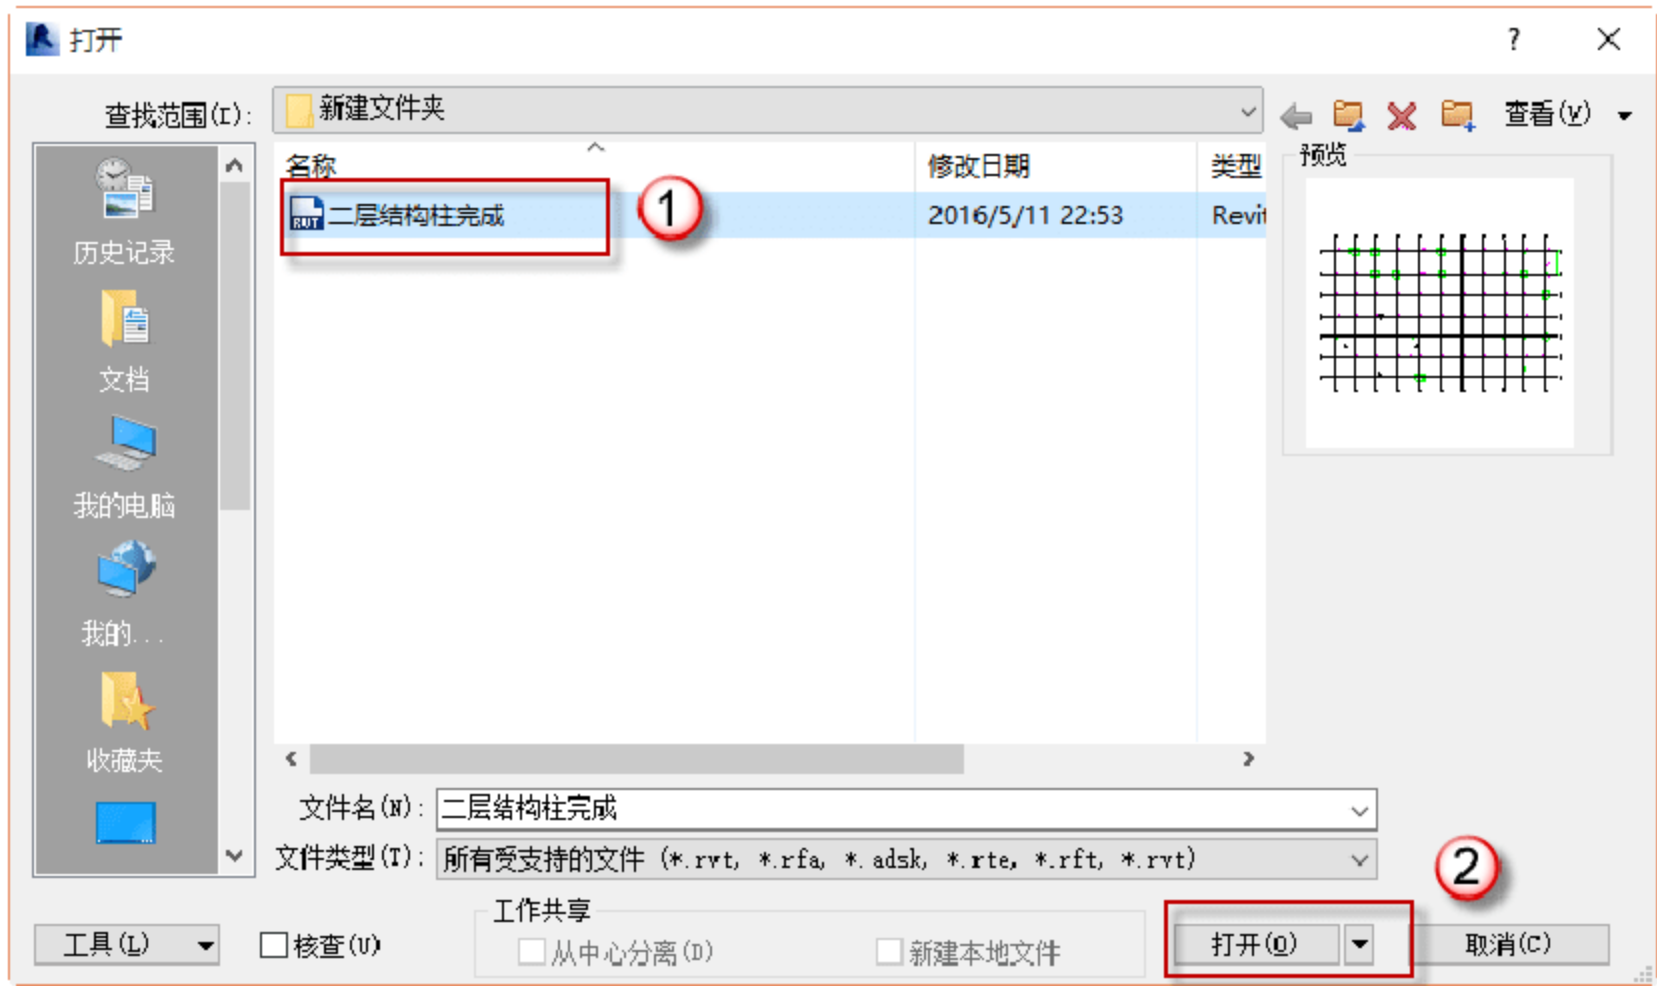

图 4.2.1 打开项目
(1) 打开项目文件。单击“打开”按钮，在弹出的对话框中打开保存的文件，或者直接单击“历史项目”按钮，如图 4.2.1 所示。